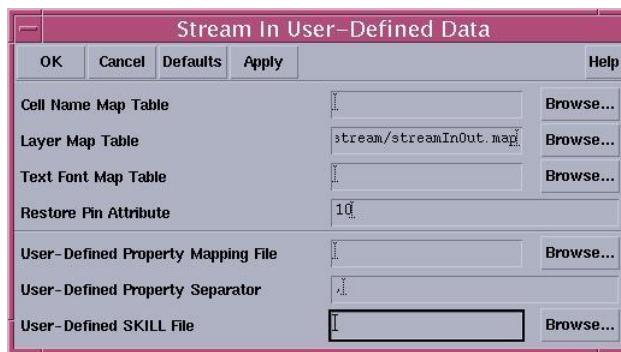

Рис. 8.4. Форма для задания пользовательских данных при импорте файла GDSII.
- 4) Нажать кнопку “User-Defined Data”. В появившейся форме в поле “Layer Map Table” указать полный путь к файлу трансляции streamInOut.map. Чтобы восстановить в топологии информацию о портах/выводах схемы (если она должным образом была сохранена при создании файла GDSII), необходимо ввести в поле “Restore Pin Attribute” значение “10” вместо “0”. После заполнения всех необходимых полей нажать кнопку “OK” (рис. 8.4).